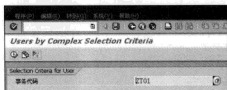

图 14-30 按事务代码查询用户界面
STEP 1 选择“用户→Users by Complex Selection Criteria→By Transaction Authorizations”选项，然后单击“”按钮，进入按事务代码查询用户界面，如图 14-30 所示。